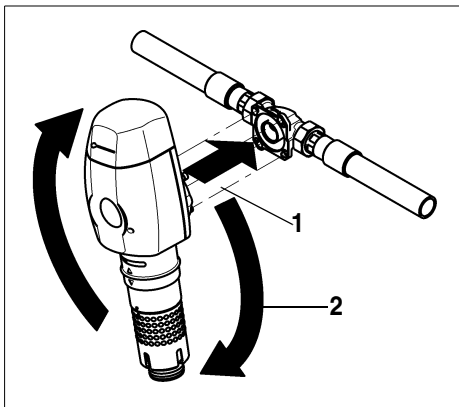

Abb. 4: Montage JSY-EC
- Die Köpfe der vier Flanschschrauben durch die Bajonettbohrungen am Einbaudrehflansch stecken (siehe Abb. 4).
- Den Rückspül-Schutzfilter im Uhrzeigersinn bis zum Anschlag drehen (siehe Abb. 4).